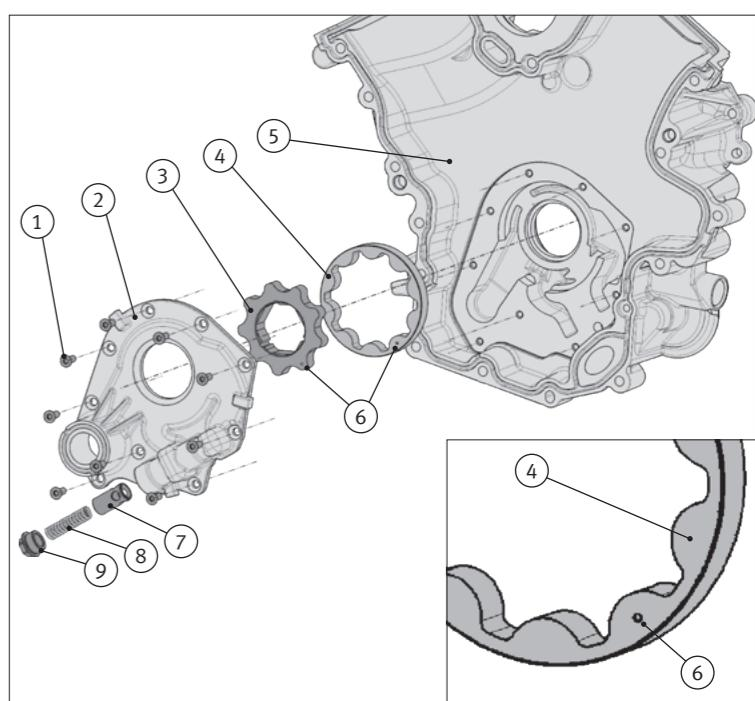

Abb. 1/Fig. 1/Puc. 1/图1
- Insert the internal rotor (3) and outer rotor (4) into the end cover (5) so that the markings are visible on the rotors in the form of a notch (6) (Fig. 1).
- Insérer les rotors intérieur (3) et extérieur (4) dans la plaque frontale (5) de manière que les repères rainurés (6) des rotors soient visibles (Fig. 1).